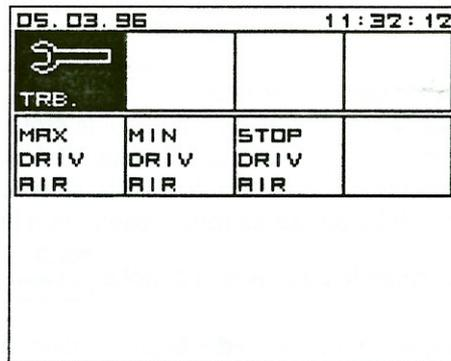

Figure 20. Air de fonctionnement de la turbine 1.
- 2) Appuyer 2 fois sur le bouton P et choisir (Figure 20) : A2 pour le maximum ou B2 pour le minimum.
Régler en C2 la réaspiration de la turbine (Figure 20). La réaspiration peut être réglée en agissant à tour de rôle sur A2 et A4 jusqu'à l'arrêt total de la rotation de la turbine. Toujours pratiquer ce réglage après changement de la vanne proportionnelle.